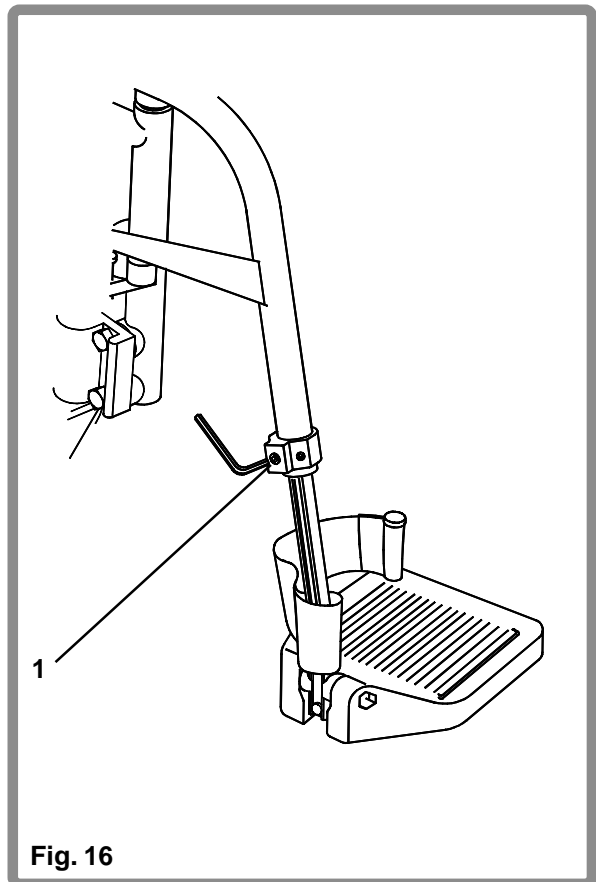

Fig. 16
Voor het afstellen van de hoogte (Fig. 16) van de voetplaten, draait u de schroef (1), met behulp van een 4mm inbussleutel, die geplaatst dient te worden zoals getoond, los en stelt u de hoogte van de voetplaat in de gewenste positie af. Draai de schroef weer vast op een aanhaalmoment van 5-8Nm.